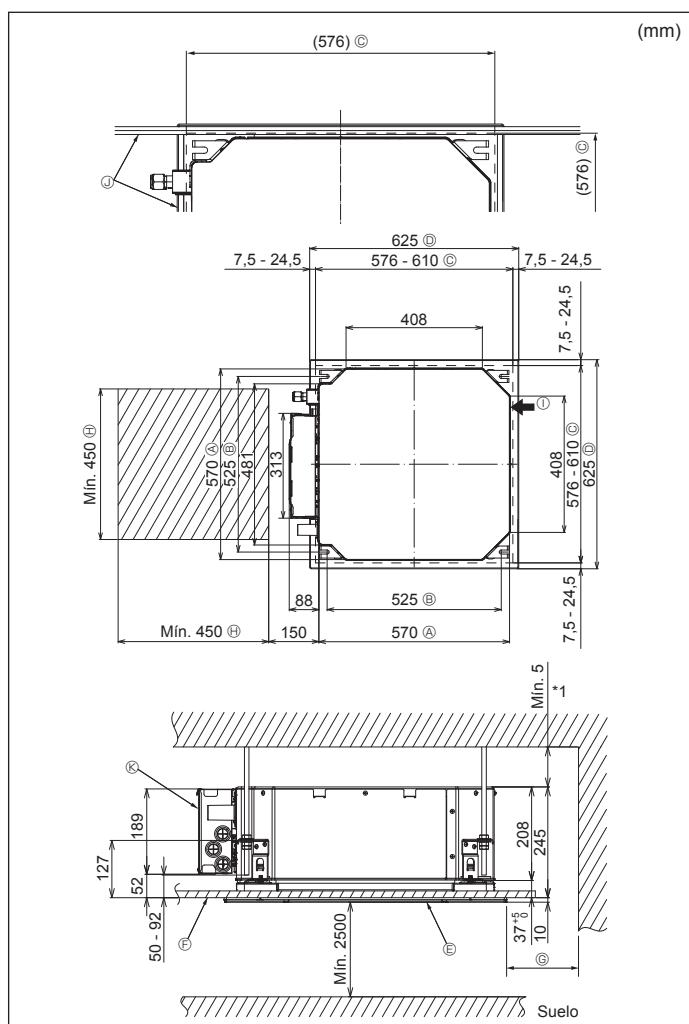

Fig. 4-2
③	Cubierta de la tubería (para la junta de las tuberías de refrigerante) diámetro pequeño (líquido) diámetro grande (gas)	1 1
④	Abrazadera (grande) Abrazadera (media) Abrazadera (pequeña)	6 2 2
⑤	Tubo de desagüe	1
⑥	Aislamiento	1
4.2. Lugares de instalación de las aberturas en el techo y los tornillos de suspensión (Fig. 4-2)